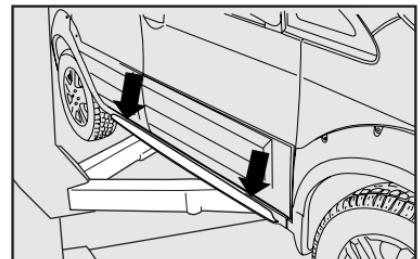

fig. 53
**Tenga cuidado en que los brazos del cierre no fueren en la carrocería, el revestimiento lateral y los estribos laterales fig. 53 (versión Adventure). Regule correctamente los brazos del cierre, y si fuera necesario, coloque una cuña de madera o de goma.**